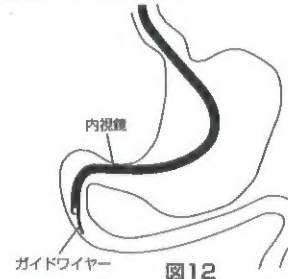

図12
1. 使用方法1の9項までにより（ただし、本使用方法ではガイドワイヤーは予め本品に挿入しない）、本品の挿入準備を行う。次に内視鏡を経口的に十二指腸下行脚まで挿入し、ガイドワイヤーを内視鏡の鉗子孔より挿入して、十二指腸下行脚に留置する（図12）。